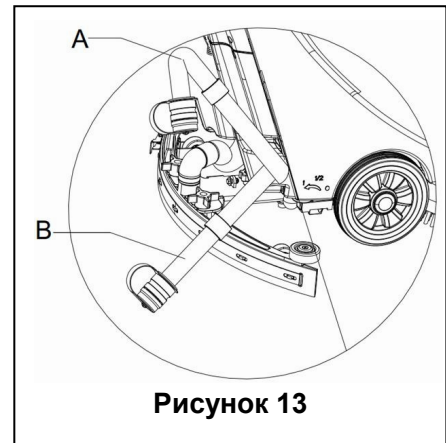

Рисунок 13
2. При использовании ручки швабры (14), приподнимите швабру.
4. Возьмитесь за руль (2) и осторожно наклоните устройство назад, чтобы направляющее колесо коснулось пола. (Для стыковки устройства см. процедуры остановки секции)
5. Отключите сливной шланг от фиксатора, согните верхнюю часть сливного шланга (как показано в **A**, **рисунок 13**), а затем откройте крышку сливного шланга, опустите сливной шланг на низкий уровень или на землю, для того, чтобы слить воду. Кроме того, сразу установите сливной шланг в низкой позиции или на земле, чтобы сделать спускающийся выход воды (как показано в **B**, **рисунок 13**), а затем откройте крышку отверстия для слива воды, для отвода сточной воды в резервуаре. После завершения слива, используйте чистую воду, чтобы очистить резервуар для грязной воды.